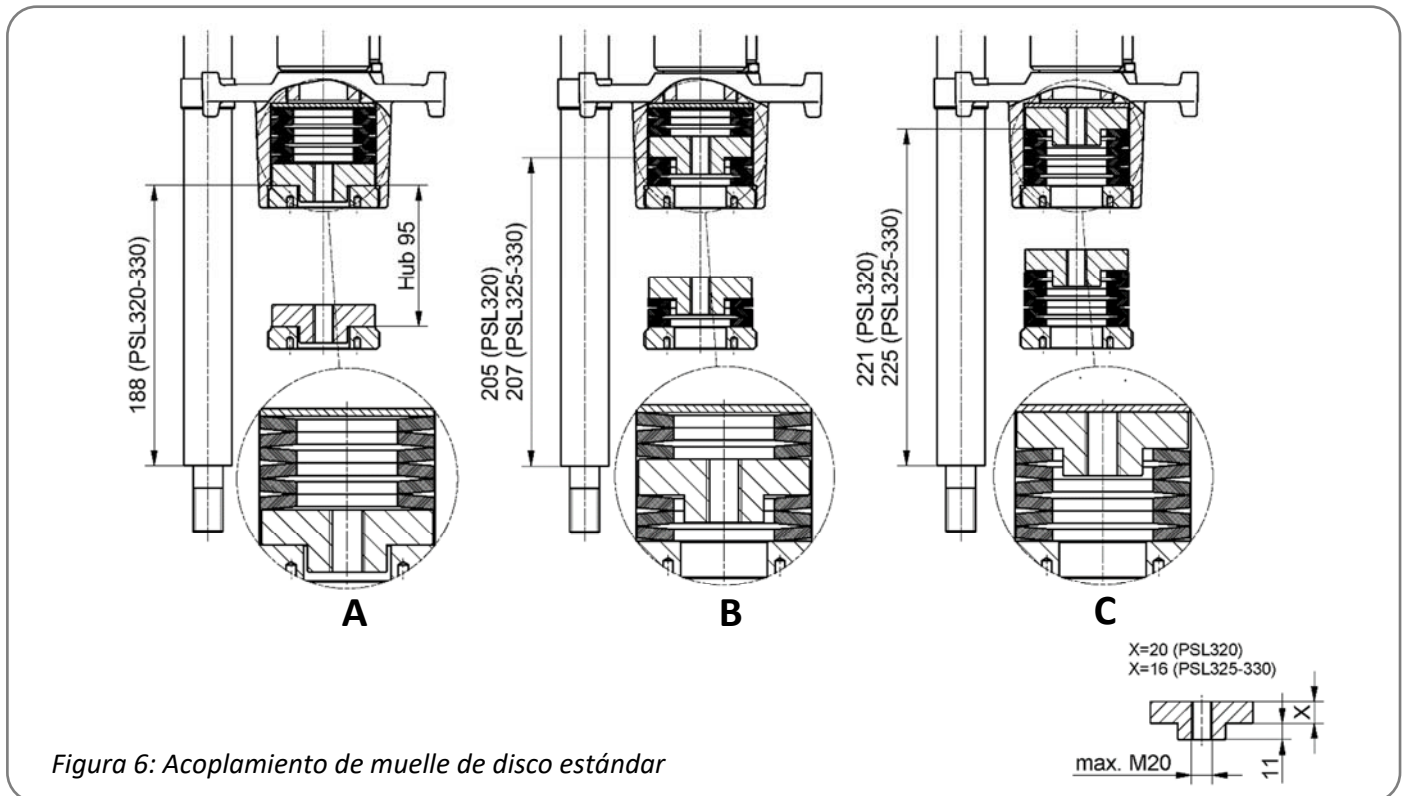

Figura 6: Acoplamiento de muelle de disco estándar
- Desenrosque la tuerca de seguridad (pos. 5) de la tuerca del vástago (pos. 1) y deslícela sobre el vástago de la válvula (pos. 9).
- Compruebe si el orificio de la pieza de acoplamiento (pos. 3) se ajusta al vástago de la válvula. Si es necesario, vuelva a perforar y/o a cortar la rosca.
- Deslice o enrosque la pieza de acoplamiento en el vástago de la válvula y perfore o fije el vástago de la válvula. También puede asegurar la pieza de acoplamiento utilizando una contratuerca (elemento 4) (Coloque los muelles de copa según figura 6 en la página 10).
- Deslice los pilares en los orificios del soporte de montaje (pos. 6) y apriételos con las tuercas de los pilares (pos. 7).
- A: Disposición para una válvula pasante con «vástago de la válvula en retroceso» como dirección de cierre (Figura 6).
- B: Disposición para una válvula de 3 vías (Figura 6).
- C: Disposición para una válvula de paso con «vástago de la válvula extendiéndose» como dirección de cierre (Figura 6).